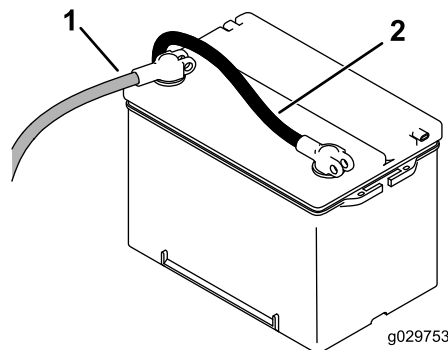

Figura 49
5. Collegate il cavo positivo (rosso) al terminale positivo (+) e il cavo negativo (nero) al terminale negativo (-) della batteria (Figura 49).